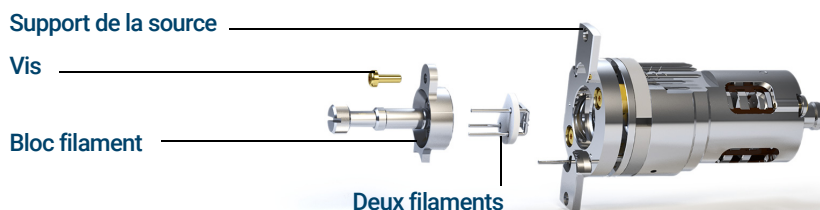

Figure 65. Remplacement des deux filaments
- 4 Déposer la vis fixant le bloc filament dans le support de la source. (Voir **Figure 65**.)
- 2 Insérer les trois broches sur les deux filaments par l'arrière du bloc filament. (Voir **Figure 65** page 219.)